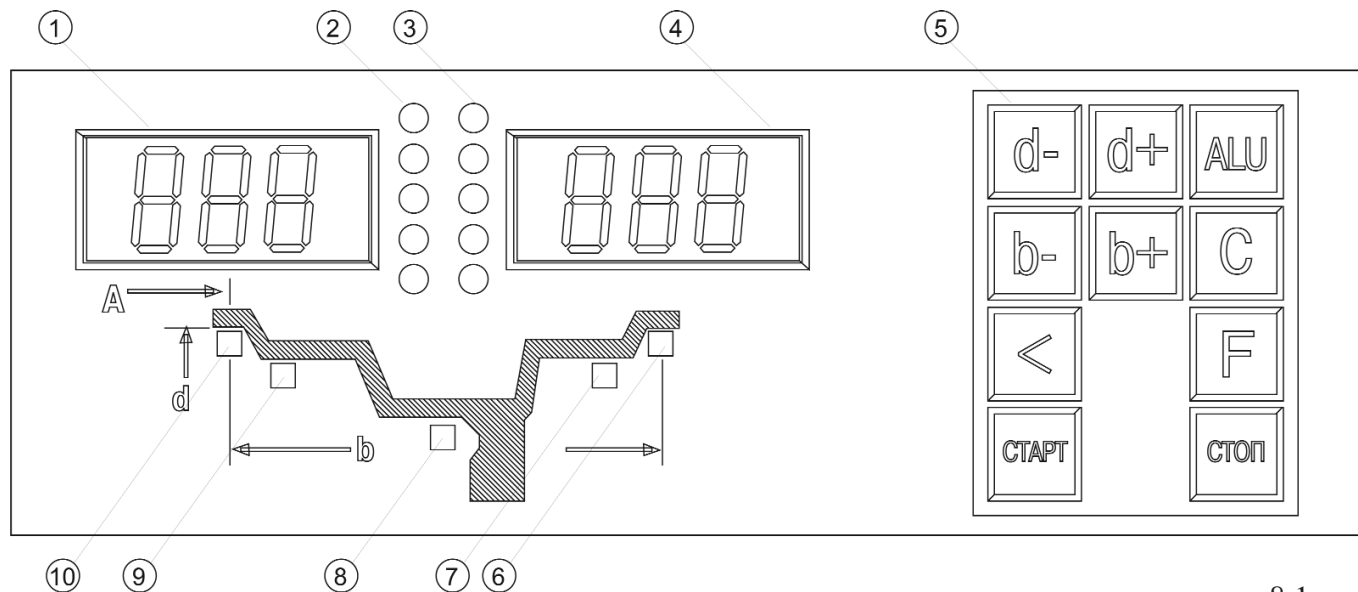

рис. 8.1.
8.1. Общий вид лицевой панели показан на рис. 8.1.
При выдвигании штанги на индикаторах 1 (рис. 8.1) отображается символ « $A$ », а на индикаторах 4 значение параметра « $A$ ». После возвращения штанги в исходное состояние на индикаторах 1 и 4 некоторое время сохраняется значение параметра  $A$ , затем показания на них возвращаются к отображению текущих значений масс корректирующих грузов.
11.2. Переключение схем ALU1-ALU5 осуществляется последовательным нажатием кнопки «ALU» при этом схема установки грузов отображается загоранием соответствующих светодиодов 6-10 (рис.8.1), кроме того, на индикаторах 1 отображаются символы ALU, а на индикаторах 4 номер 1-5. Через 2-3 сек. после установки требуемой программы ALU индикаторы 1-4 переходят в режим отображения дебаланса.
12.1. При включении тумблера питания СБ на индикаторах 1 (рис. 8.1) высвечивается трехзначное число – номер версии программного обеспечения. Через 2-3 сек на индикаторах 1 и 4 должны загореться нули, кроме того должны загореться светодиоды 6 и 10, что
свидетельствует о включении режима стандартной балансировки с установкой на обеих плоскостях коррекции грузиков на пружинках. На линейках 2 и 3 (рис. 8.1) должны загореться центральные светодиоды.
12.2. При включении СБ программа измерения дебаланса настраивается таким образом, что дебаланс менее 8 г (заводская установка) на любой плоскости коррекции не показывается, в этом случае на индикаторах 1 и 4 (рис. 8.1) высвечиваются «0». Минимальный дебаланс отображающийся на индикаторах 1 и 4 равен 8 г. Дебаланс, превышающий 8 г, округляется до величины кратной 5, т. е. дебаланс 9, 10, 11 и 12 г отображается цифрой 10, дебаланс 13, 14, 15, 16 и 17 г – цифрой 15 и т. д. Для просмотра неокругленного значения дебаланса или дебаланса менее 8г. необходимо нажать кнопку «<», при этом на индикаторах 1 и 4 на 2-3 сек высвечиваются фактические значения дебаланса, определенные в данном запуске.
12.4.1. Вручную поворачивайте колесо, при этом свечение светодиодов на линейках 2 и 3 (рис. 8.1.) будет перемещаться, и в какой-то момент на одной из линеек загорятся все светодиоды.
12.4.4. Для проверки результатов балансировки снова запустите СБ. Если колесо отбалансировано правильно, на индикаторах 1 и 4 (рис.8.1.) отображаются «0».
Если после поворота колеса так, чтобы на линейке 2 или 3 (рис.8.1) загорелись все светодиоды, первоначально установленный груз находится в зоне А, вместо него следует поставить более тяжелый груз. Если в зоне Б, вместо него следует установить более легкий груз. Если груз находится в одной из зон В, его следует сместить в направлении, указанном стрелками.
13.2.1. Войти в программу калибровки СБ, для чего нажать и удерживать кнопку «С». На индикаторах 1 и 4 (рис. 8.1), появятся мигающие символы «CAL». После звукового сигнала символы «CAL» загорятся постоянно.